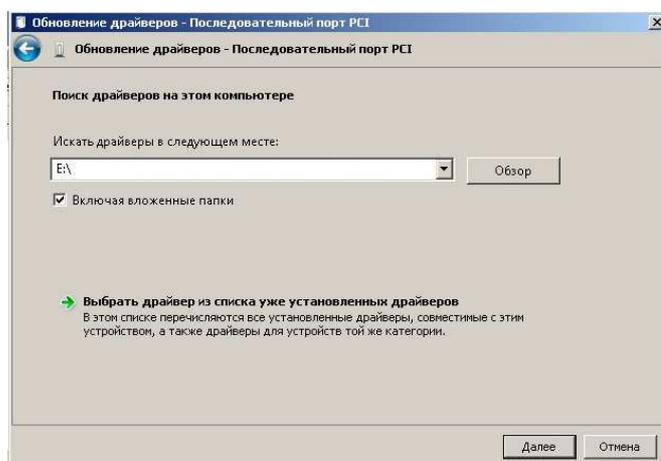

Рис. 8.18
- в окне «Обновление драйверов ...» нажмите на кнопку «Обзор» (Рис. 8.18);